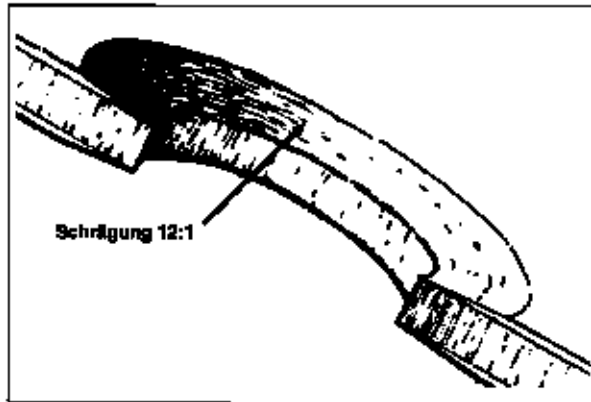

Abb. 4-12 Schleifen Sie eine Schrägung von 12:1 an beide Decklaminat.
1. Der geschädigte Teil des Laminats wird weggeschnitten. Der Bereich wird soweit vergrößert, bis man im intakten Kern und Laminat ist. Dabei sollte ein runde oder ovale Form eingehalten werden. Beide Decklamine werden mit einer Schrägung von 12:1 angeschärft, um genügend Klebfläche zu erreichen. Wenn das Decklaminat z.B. 6 mm dick ist, ist die angeschrägte Fläche etwa 75 mm breit (Abb. 4-12).